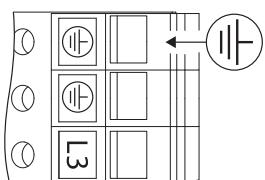

Fig. 26 : Mise à la terre supplémentaire
- En raison du courant de décharge plus élevé sur les moteurs à partir de 11 kW, il faut raccorder une mise à la terre renforcée conformément à la norme EN 61800-5-1:2008-04 (voir Fig. 26).**